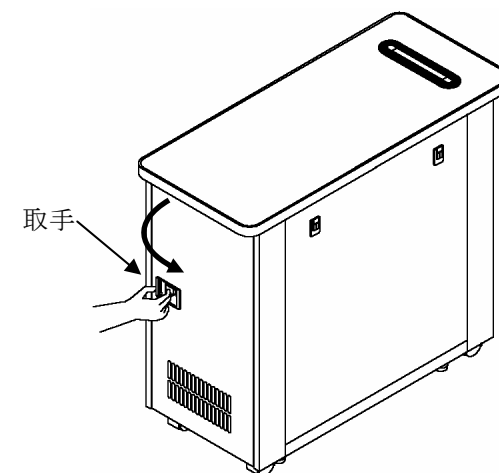

図10 扉の開閉
■扉の開閉 (図10)
- ① 扉は閉まる直前にパネの作用により自動で閉まり、閉まった状態で保持します。
- ② 取手をつかみ手前に引けば扉が開きます。